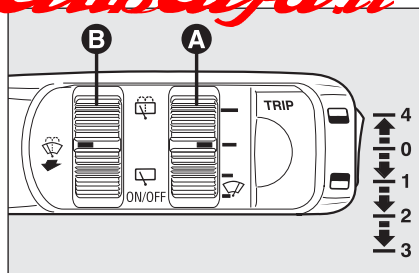

fig. 47
La leva destra **fig. 47** comanda il funzionamento del tergicristallo-lavacristallo e del tergilunotto-lavalunotto.
Il sensore pioggia si attiva portando la leva destra in posizione **1-fig. 47** ed ha un campo di regolazione che varia progressivamente da tergicristallo fermo (nessuna battuta) quando il cristallo è asciutto, a tergicristallo alla seconda velocità (funzionamento continuo medio) con pioggia intensa.
Ruotando la ghiera **A-fig. 47** è possibile incrementare la sensibilità del sensore pioggia, ottenendo una variazione più rapida da tergicristallo fermo (nessuna battuta) quando il cristallo è asciutto, a tergicristallo alla prima velocità continua (funzionamento continuo lento). L'azione è confermata con una battuta singola sul tergicristallo.
Azionando il lavacristallo con sensore pioggia attivato (leva in posizione **1-fig. 47**) viene realizzato il normale ciclo di lavaggio al termine del quale il sensore pioggia riprende il suo normale funzionamento automatico.
Estraendo la chiave elettronica dal dispositivo di avviamento, il sensore pioggia viene disattivato ed al successivo avviamento non si riattiva anche se la leva è rimasta in posizione **1-fig. 47**. In questo caso per attivare il sensore pioggia è sufficiente spostare la leva in posizione **0** o **2** e poi di nuovo in posizione **1**.
**AVVERTENZA** In caso di avaria del sensore pioggia il funzionamento del tergicristallo con leva destra in posizione **1-fig. 47** avviene in modalità intermittente. Se l'avaria del sensore avviene durante il funzionamento automatico, il sistema mantiene l'ultimo stato di attivazione del tergicristallo. Spostando la leva sulle altre posizioni comunque è garantito il funzionamento.
Ruotando la ghiera **B-fig. 47** dalla posizione **ON/OFF** alla posizione  si aziona il tergilunotto con funzionamento intermittente.